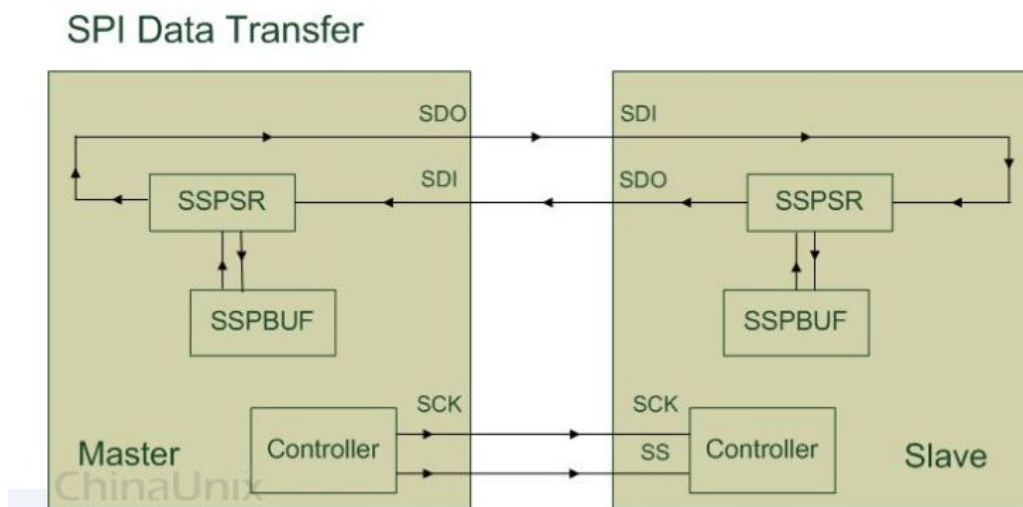

图 4.26.1.1 SPI 通讯结构
SPI 系统可直接与各个厂家生产的多种标准外围器件直接接口, 一般使用 4 条线: 串行时钟线(SCK)、主机输入/从机输出数据线 MISO (DO)、主机输出/从机输入数据线 MOSI (DI) 和低电平有效的从机选择线 NSS。MISO 和 MOSI 用于串行接收和发送数据, 先为 MSB(高位), 后为 LSB(低位)。在 SPI 设置为主机方式时, MISO 是主机数据输入给, MOSI 是主机数据输出线。SCK 用于提供时钟脉冲将数据一位位地传送。SPI 总线器件间传送数据框图如图 4.26.1.1 SPI 通讯结构。